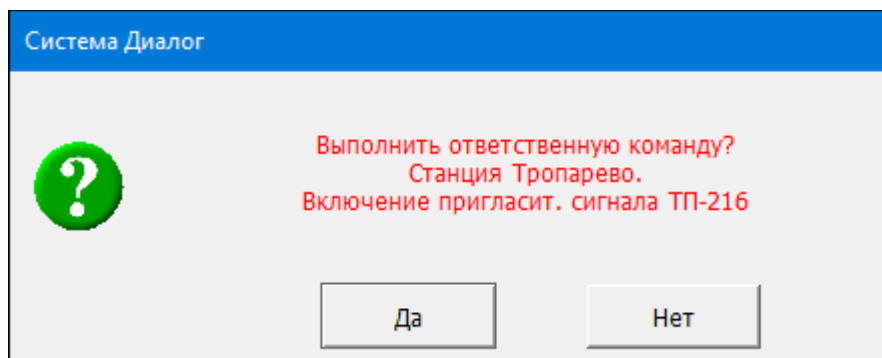

Рис. 3.21 Окно подтверждения команды
2. Нажать ЛКМ на кнопку «1-3», расположенную под кнопкой «Курбель». Появится окно подтверждения выбора ответственной команды ТУ (Рис. 3.21).